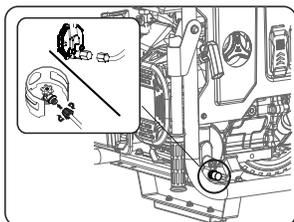

Fig 10
- Conecte la manguera de propano a la boquilla de entrada del regulador; Abra la válvula de la botella del LPG (vea Fig 10)